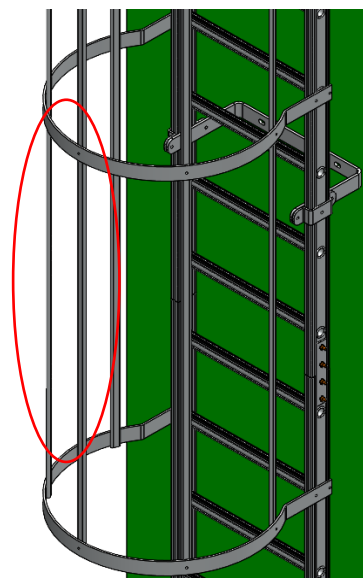

Abbildung 6
- Wenn eine Leiter länger ist als das Leiterprofil (siehe Abbildung 6) oder wenn der Transport zur Baustelle in kleineren Abschnitten erfolgen muss, wird eine Leitertrennung verwendet.
- Wenn eine Leiter länger ist als die Ausdehnung des Ovals (siehe Abbildung 6) oder wenn der Transport zur Baustelle in kleineren Abschnitten erfolgt sein müssen, wird eine Käfigtrennung verwendet.